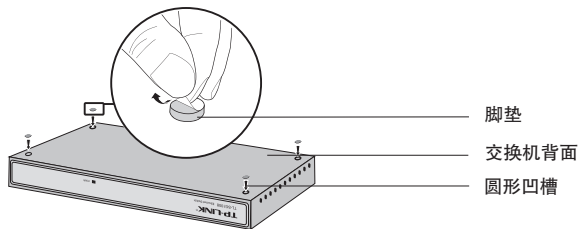

图2-1 桌面安装示意图
2. 逐个揭去4个脚垫的胶面保护纸，分别贴在位于机壳底部四角的圆形凹槽中；如图2-1所示；